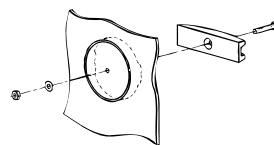

Fig. 2 Fjern røyklokk
2. Skal topputtak benyttes, fjern røyklokk. Benytt vedlagte spesialverktøy. Se fig. 2: